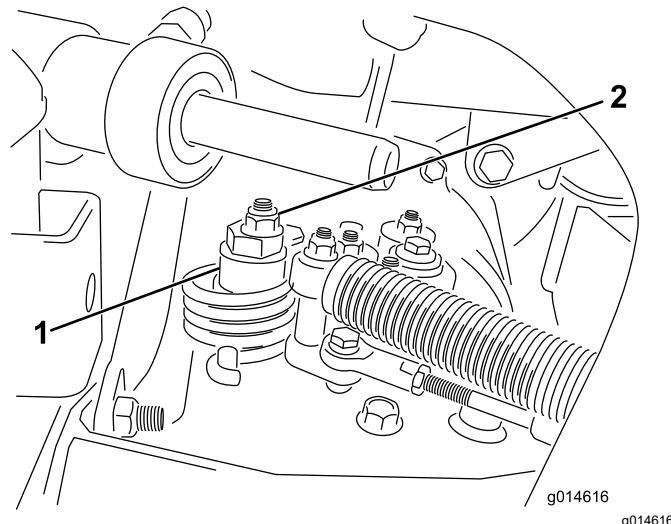

Figura 43
- A. Afloje la tuerca que sujeta el excéntrico a la parte superior del hidrostato (Figura 43).
- C. Gire el excéntrico hasta que no haya movimiento en ningún sentido. Cuando la rueda deje de girar, apriete la tuerca para bloquear el excéntrico y el ajuste (Figura 43). Compruebe el ajuste con el acelerador en las posiciones LENTO y RÁPIDO.